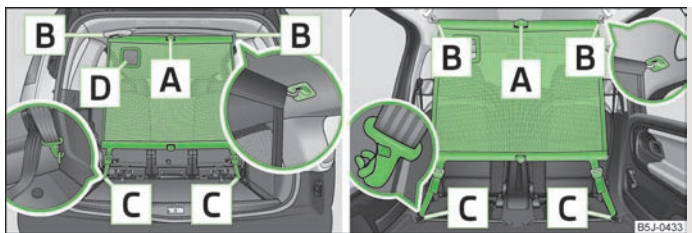

Fig. 46 Utilizar la red separadora detrás de los asientos delanteros/traseros
- Montar la barra transversal en el alojamiento **[B]** » fig. 46, primero en un lado, y presionar hacia delante. Introducir de igual modo la barra transversal en el otro lado, en el alojamiento **[B]**.
- Soltar las correas en ambos lados y desenganchar el gancho de mosquetón **[C]** » fig. 46.
- Presionar la tecla roja de la articulación **[A]** » fig. 46 - ésta se soltará.
La abertura **[D]** » fig. 46 en la red de separación sirve para implementar el cinturón de seguridad de tres puntos de fijación » página 111, *Cinturón de seguridad para el asiento trasero central*.